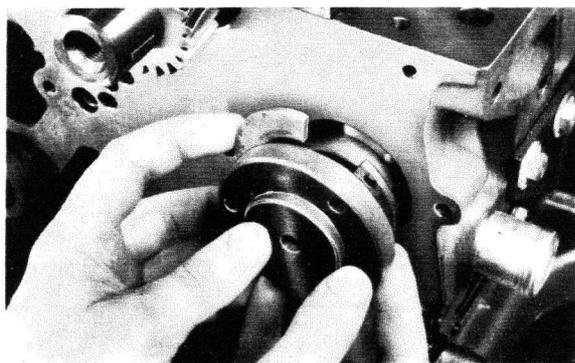

Fig. 11
- 5° Placer entre la plaque d'adaptation et le bloc-cylindres, les demi-rondelles de butée qui devront être engagées dans la gorge aménagée sur l'arbre à cames, (fig. 11 et 12).